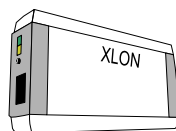

Abb. 14: XLON-USB-Schnittstelle, EZ.130.9740
- XLON-USB-Schnittstelle (siehe Abbildung 14)